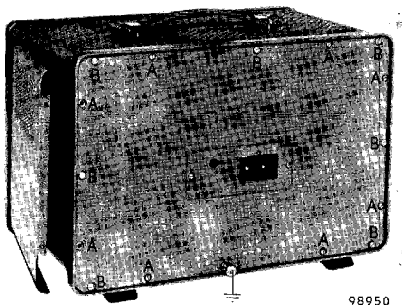

Fig. 6
Het apparaat kan door middel van een spanningskiezer worden ingesteld voor netspanningen van 110, 125, 145, 200, 220 en 245 V. De ingestelde spanningswaarde kan door de ronde opening in de achterzijde worden afgelezen (zie fig. 6).
- de aardschroef aan de achterzijde van het apparaat (zie fig 6).
De kast bestaat uit een aantal losse platen die ieder afzonderlijk kunnen worden afgenomen (zie fig. 6).